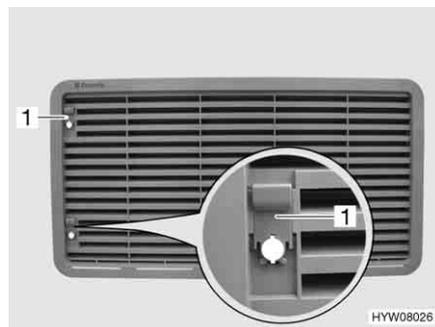

Fig. 215 Rejilla de ventilación del frigorífico (con corredera)
- Empujar la corredera (Fig. 215,1) hacia arriba.